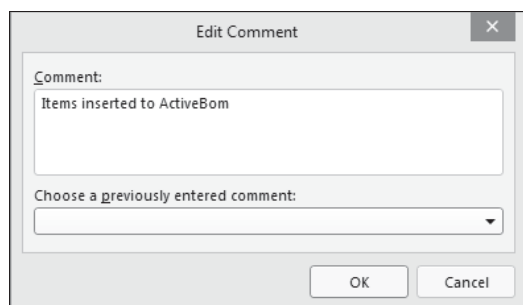

Рис. 13.6. Назначение комментария к сохраняемой версии документа
3. Для возврата отредактированного документа обратно в депозиторий следует щелчком правой кнопкой мыши на имени документа в панели **Storage Manager** вызвать контекстное меню и выбрать в нем команду **Commit** (Вернуть документ) — откроется диалоговое окно **Edit Comment** (рис. 13.6), в которое может быть введен комментарий к выполняемой операции.